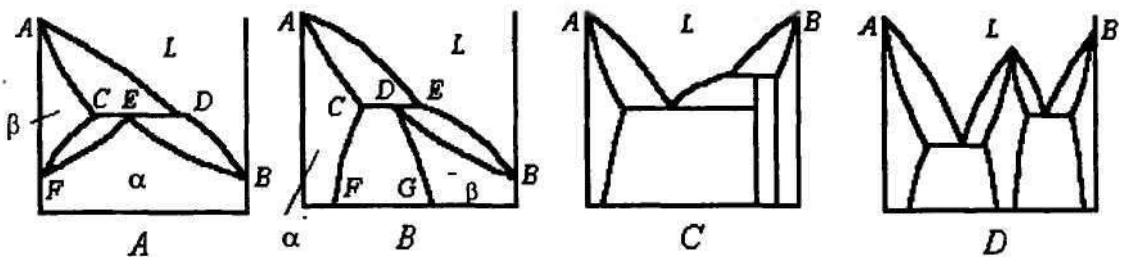

Рис. 3.18. Диаграммы состояния сплавов
3.10. В какой из диаграмм (рис. 3.18) имеется неустойчивое химическое соединение?